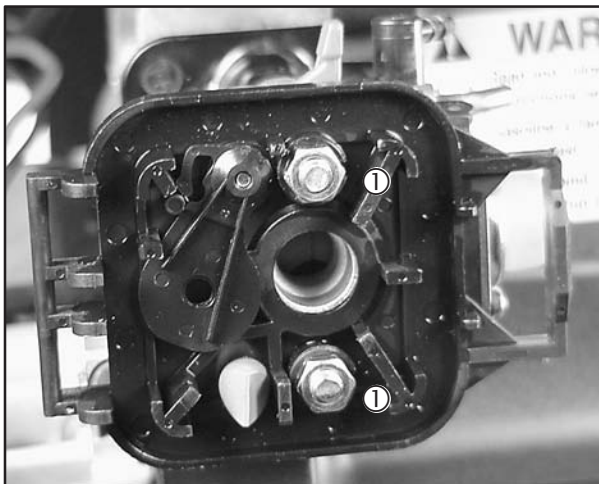

Fig. 32
3. Remove 2 nuts (1), Fig. 32.